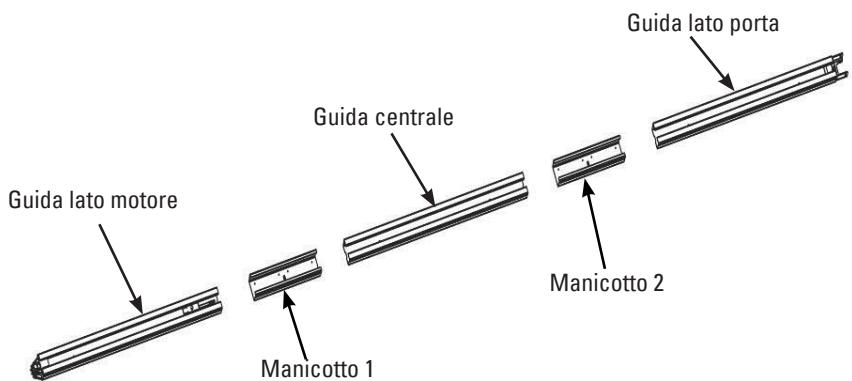

Fig.8
2. Come sulla Fig. 8, far scivolare il 2° manicotto sull'altra estremità della guida centrale, e far scivolare la guida nel 2° manicotto ;